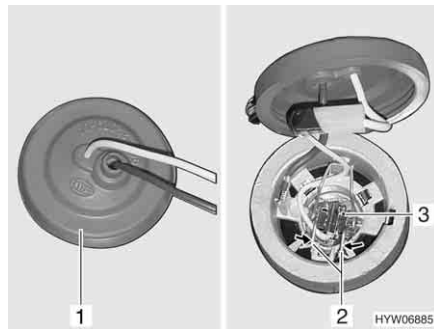

Fig. 256 Faro antiniebla
- Introducir la mano detrás de la luz antiniebla y sacar la caperuza de goma (Fig. 256,1) de la caja de la luz.
- Oprimir el arco metálico (Fig. 256,2) y bascularlo hacia fuera del soporte.
- Sacar la bombilla (Fig. 256,3) con el cable de la caja de la luz.